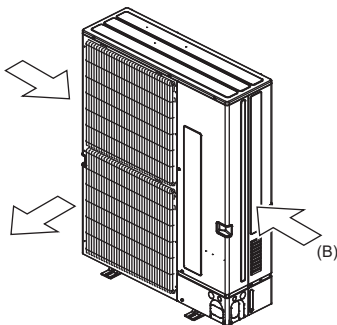

Fig. 2-5
- (3) Coloque la unidad de manera que la salida de aire sople en dirección perpendicular a la dirección estacional del viento, si la conoce. (Fig. 2-5)